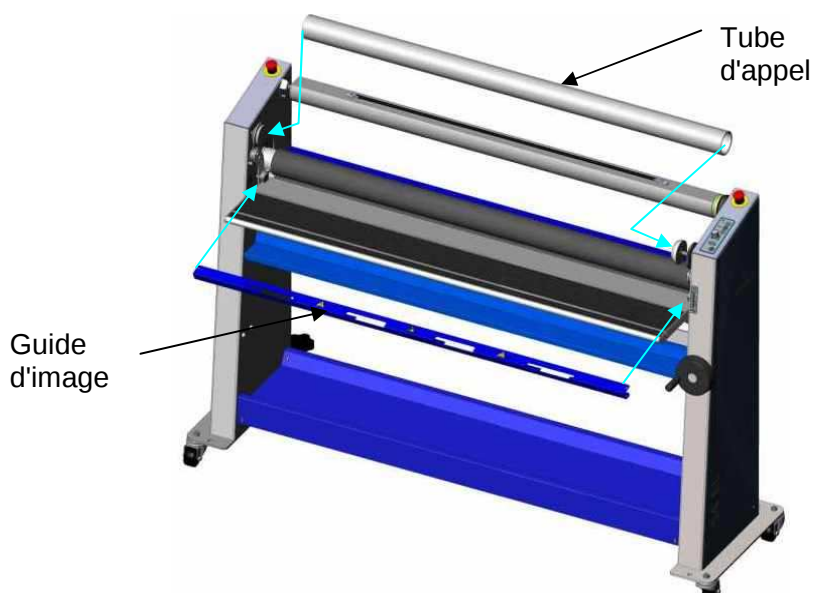

Figure 5
12. Installez le guide d'image sur la table comme indiqué à la figure 5.
13. Placez tout d'abord le tube d'appel sur le ressort de compression du côté droit, puis insérez le côté gauche sur l'entraînement (figure 5).